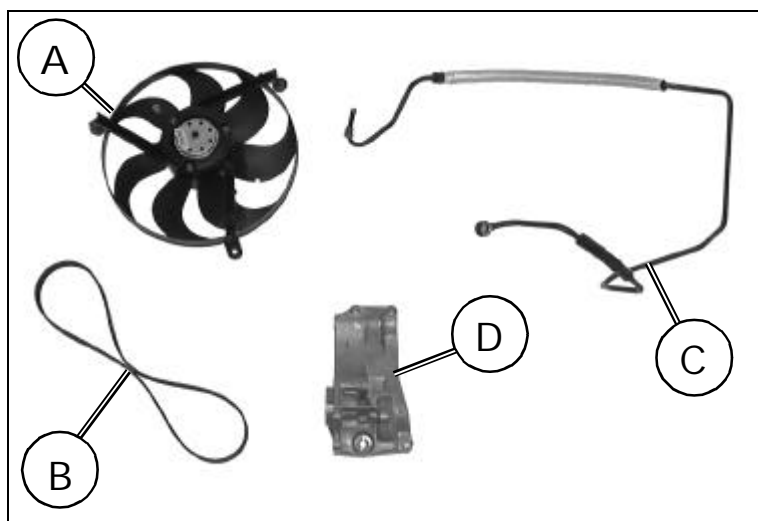

Fig.2A
- Smontare ed eliminare l'elettroventola (part. "A" di fig. 2A).
- Smontare ed eliminare la cinghia di trasmissione (part. "B" di fig. 2A).
- Smontare ed eliminare il tubo olio di collegamento pompa idroguida-scatola sterzo (part. "C" di fig. 2A).
- Smontare ed eliminare il supporto alternatore-pompa idroguida (part. "D" di fig. 2A) dopo aver smontato il dispositivo tendicinghia (da riutilizzare).
- Eliminer le ventilateur (rep. "A" fig. 2A).
- Eliminer la courroie de transmission (rep. "B" fig. 2A).
- Eliminer le tuyau d'huile de raccordement pompe de direction assistée-boîtier de direction (rep. "C" fig. 2A).
- Eliminer le support alternateur-pompe de direction assistée (rep. "D" fig. 2A) après avoir déposé le tendeur de courroie (à réutiliser).
- Discard the fan (part "A" fig. 2A).
- Discard the driving belt (part "B" fig. 2A).
- Discard the oil pipe which connects the power steering pump to the steering box (part "C" fig. 2A).
- Discard the alternator-power steering pump support (part "D" fig. 2A) after having removed the belt stretcher (to be reused).
- Den Elektrolüfter (Teil "A" der Abb.2A) ausbauen und entfernen.
- Den Antriebsriemen (Teil "B" der Abb.2A) ausbauen und entfernen.
- Den Ölschlauch - Verbindung der Servolenkungspumpe und der Steuerungsbox ausbauen und entfernen (Teil "C" der Abb.2A).
- Nach Ausbau der Riemenspannervorrichtung (wieder zu verwenden), den Drehstromgenerators-Servolenkungspumpe-Halter (Teil "D" der Abb.2A) ausbauen und entfernen.
- Demontar y eliminar el electroventilador "A" de la fig. 2A).
- Demontar y eliminar la correa de transmisión (parte "B" de la fig. 2A).
- Demontar y eliminar el tubo del aceite de conexión de la bomba servo dirección caja de dirección (parte "C" de la fig. 2A).
- Demontar y eliminar el soporte del alternador bomba servo dirección (parte "D" de la fig. 2A) después de haber desmontado el dispositivo de tensionamiento de correa (que hay que utilizar).